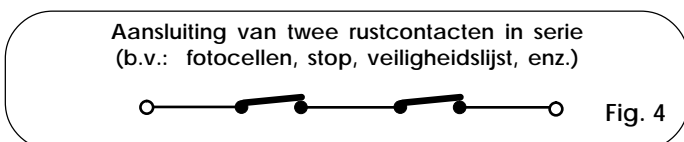

Fig. 4
N.B. Als twee of meer veiligheidsvoorzieningen dezelfde functie hebben (opening, sluiting, opening en sluiting, veiligheidslijst), moeten de contacten onderling in serie worden geschakeld (fig. 4).
Als de veiligheden bij opening worden geactiveerd terwijl de poort gesloten is, verhinderen zij de openende beweging. Om meerdere veiligheidsvoorzieningen te installeren moeten de rustcontacten in serie worden aangesloten (fig. 4).
Om meerdere veiligheidsvoorzieningen te installeren, moeten de rustcontacten in serie worden aangesloten (fig. 4).
Om meerdere STOP-voorzieningen te installeren, moeten de rustcontacten in serie worden aangesloten (fig. 4).